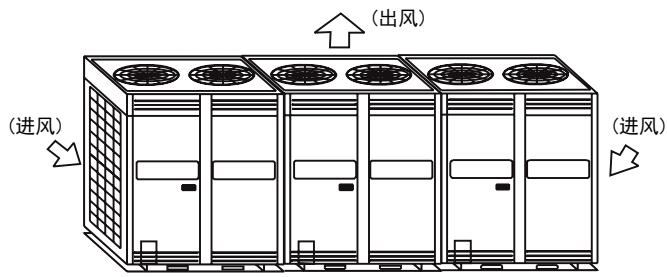

图3.9
- 2) 请确保必要的安装检修空间，且同一系统内模块必须摆放在同一高度，参照图3.9。